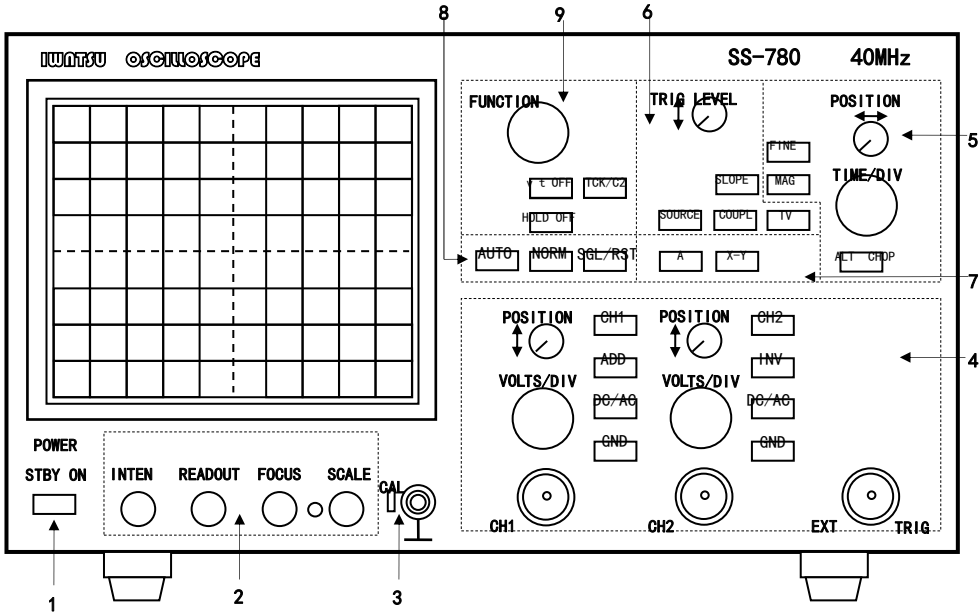

图 4-1-6
- SS-7804 示波器前面板图 4-1-6 所示。各部分功能如下：